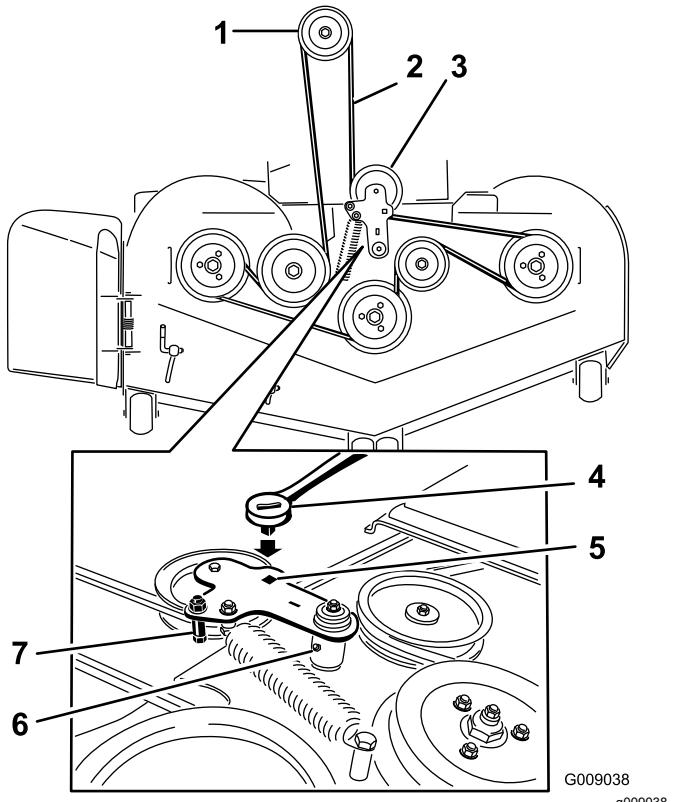

Figura 100
5. Levante la chapa de suelo e introduzca una llave dinamométrica en el taladro cuadrado del brazo tensor de la carcasa (Figura 100).
6. Gire cuidadosamente el brazo tensor de la carcasa en sentido horario y retire la correa del cortacésped (Figura 100).